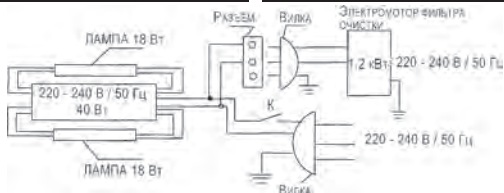

Рисунок 4 – Схема подключения питания мод. 10.9
2. Расположите остов камеры (поз. 22, рис. 4) горизонтально, опираясь на заднюю панель.
15. Подключите питание, согласно схеме (рис. 4), питание пескоструйного аппарата осуществляется от сети 220 В/ 50 Гц.